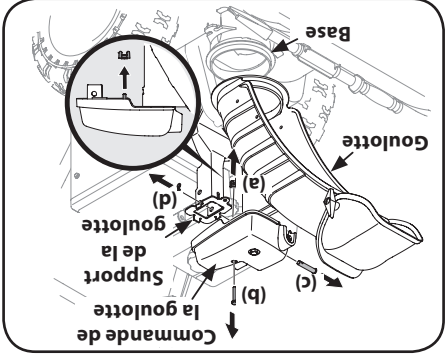

Figure 2-29
1. Retirez l'écrou à oreilles (a) et la vis hex. (b) qui se trouvent sur la commande de la goulotte ainsi que la goupille fendue (d) et l'axe de chape (c) sur le support de la goulotte. Voir la Figure 2-29. Positionnez la goulotte (tournée vers l'avant) sur sa base.